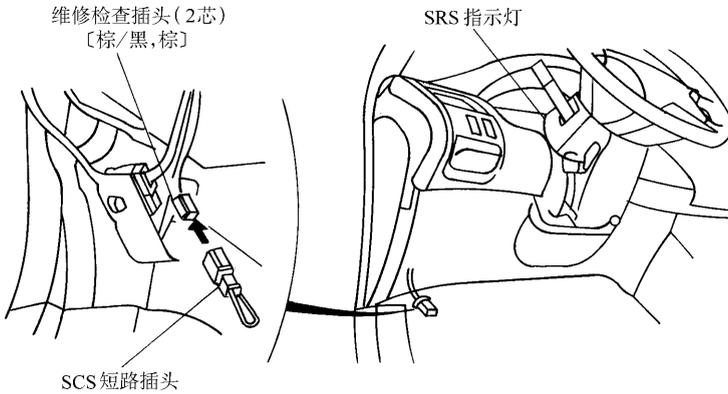

图 6-82 将 SRS 短路插头连到 MES 2P 插头上
(1) 确认点火开关关闭。
(2) 将 SRS 短路插头连到 MES 2P 插头上，不要使用跨接线。如图 6-82 所示。
(3) 接通点火开关。